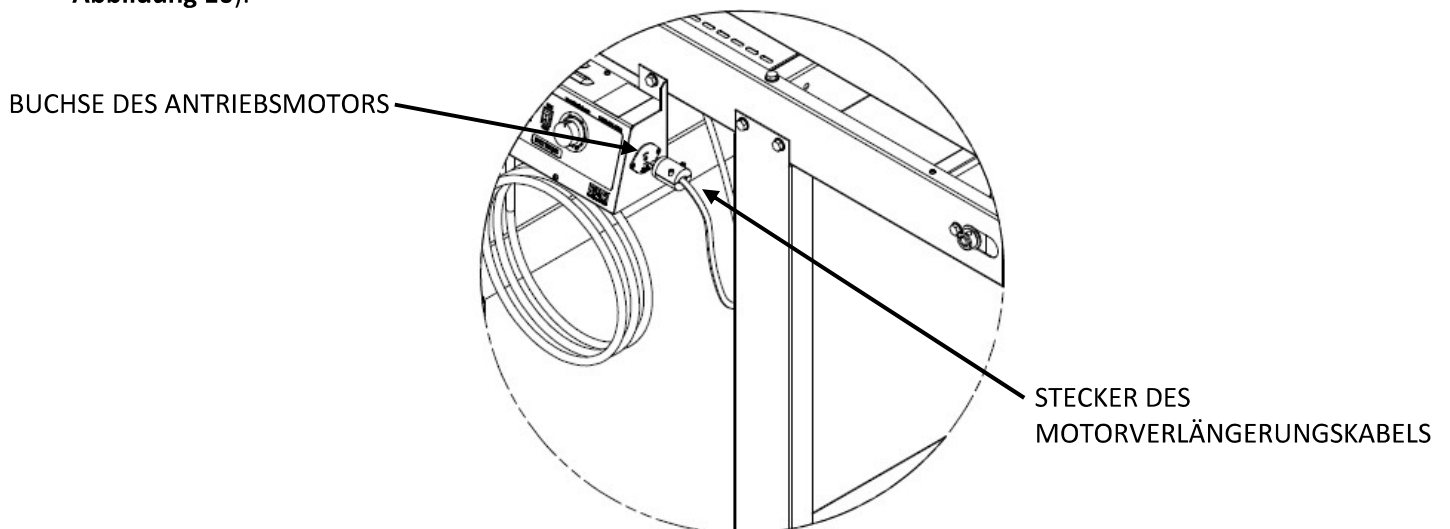

Abbildung 10
2. Setzen Sie den **ANTRIEBSMOTORSTECKER** in die **BUCHSE DES MOTORVERLÄNGERUNGSKABELS**. Drehen Sie den Stecker, um ihn zu arretieren. Setzen Sie den **STECKER DES MOTORVERLÄNGERUNGSKABELS** in die **BUCHSE DES ANTRIEBSMOTORS** auf der **BEDIENKONSOLE**. Drehen Sie den Stecker zum Einrasten (siehe **Abbildung 10**).